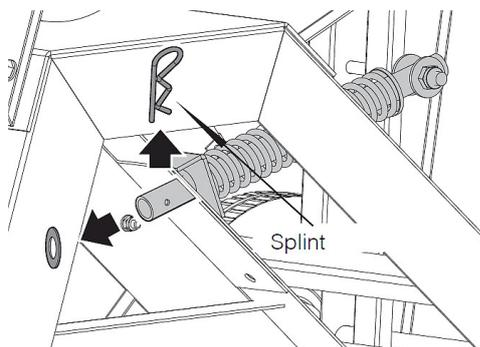

Abb. 9: Sägeblattwechsel Schritt 1
Schritt 2: Ziehen Sie den Splint am Ende der Wippenführungsstange (Abb. 9) ab.